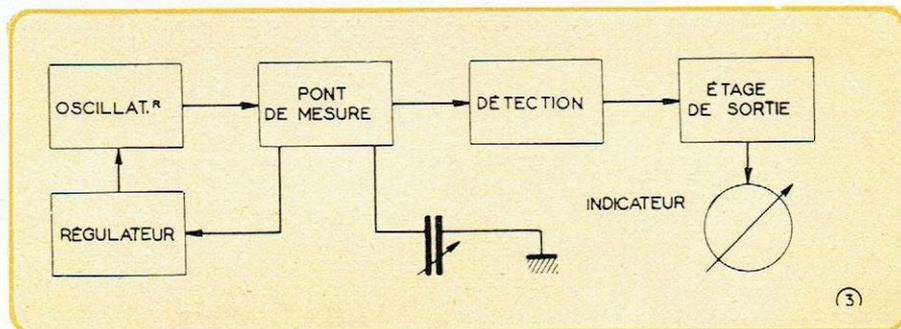

Fig. 3. — Schéma de base du jaugeur électronique à capacité. Le condensateur variable spécial est la sonde (voir figures 1 et 2).
Un procédé plus économique et très satisfaisant consiste à disposer une résistance C.T.N. appropriée en série dans le circuit d'anode du thyatron. La figure 3 montre l'allure du courant d'anode en fonction du temps à partir du moment où l'ensemble étuve régulateur est mis sous tension. La courbe A a été obtenue sans résistance C.T.N. dans le circuit d'anode,
Fig. 3. — La tension d'anode ne doit être appliquée au thyatron que lorsque sa cathode est chaude. Les trois courbes représentent le courant d'anode en fonction du temps, sans précautions (A) et avec interposition de deux échantillons de résistances C.T.N. dans le circuit d'anode (B) et (C).
Un oscillateur alimenté par un transformateur à prise médiane un pont de capacités dont un élément est le condensateur de mesure (fig. 3).